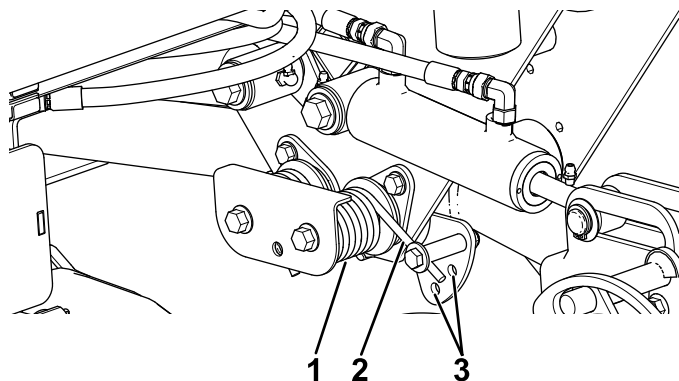

Figura 44
2. Infilate un tubo o un oggetto simile sull'estremità della molla lunga al fine di allentare la tensione della molla durante la messa a punto (Figura 44).
3. Mentre allentate la tensione della molla, togliete il bullone e il dado di bloccaggio che fissano l'attuatore della molla alla staffa (Figura 44).